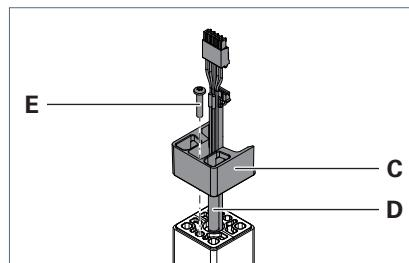

Fig. 2 : Monter l'adaptateur sur le bras vertical.
- ▶ Faites passer les câbles **D** par le bas dans l'adaptateur **C** et placez l'adaptateur sur le bras vertical, voir Fig. 2.